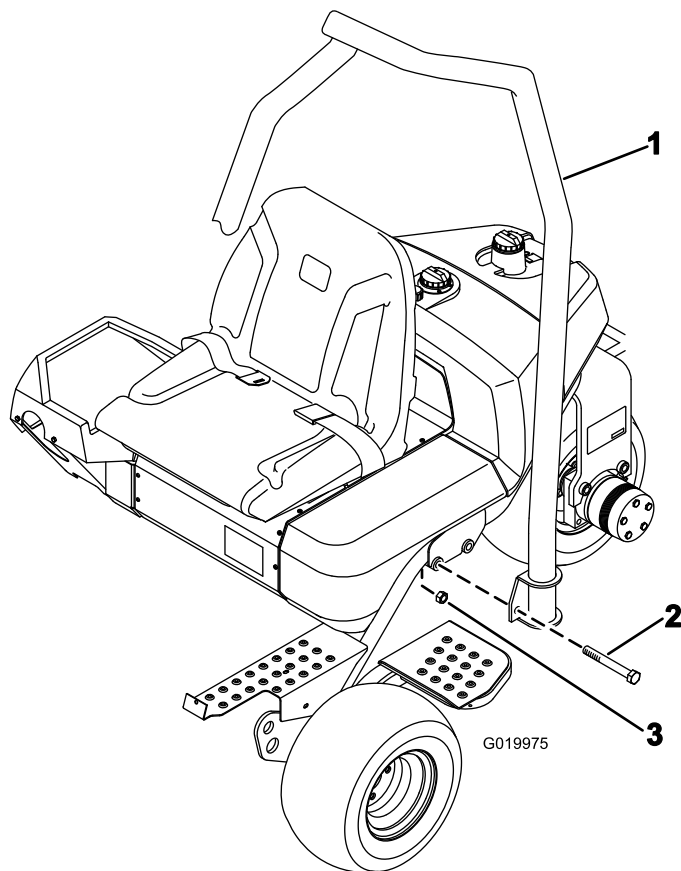

Figura 7
1. Disponete il ROPS in modo che l'estremità del tubo sia curvato verso la parte anteriore della macchina (Figura 7).
2. Abbassate il ROPS sul telaio, allineandolo con i fori di montaggio (Figura 7).
3. Fissate ogni lato del ROPS al telaio con 2 bulloni (5/8 x 4-1/2 poll.) e dadi di bloccaggio come mostrato in Figura 7. Serrate a 183–223 Nm.